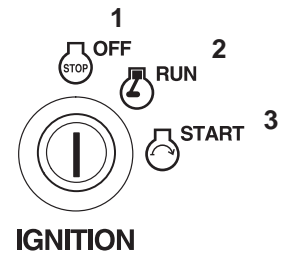

Figure 17
- Tournez la clé de contact en position de Démarrage pour activer le démarreur. Relâchez-la quand le moteur démarre (Fig. 17).
3. Laissez tourner le moteur au ralenti pendant 60 secondes (Fig. 17).
4. Tournez la clé de contact en position Contact coupé (Fig. 17).